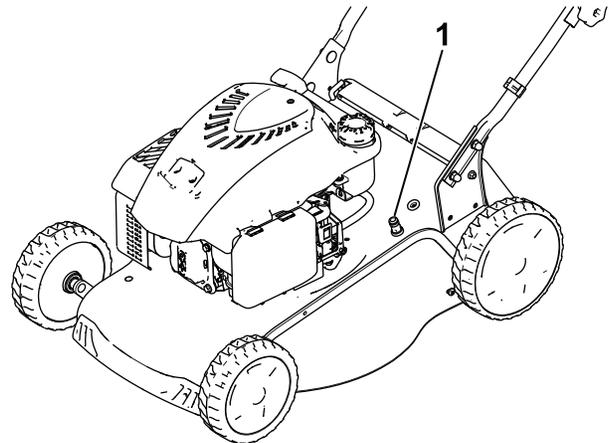

Bild 18
5. Befestigen Sie einen Gartenschlauch, der an einen Wasserhahn angeschlossen ist, am Wasseranschluss (Bild 18).